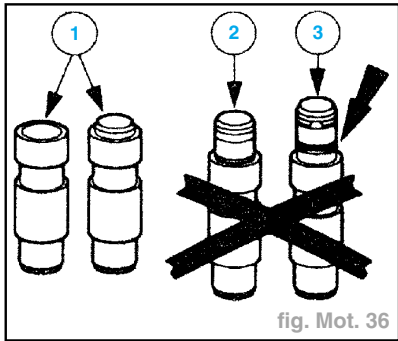

fig. Mot. 36
- Vérifier le poussoir hydraulique de tendeur de chaîne neuf (fig. Mot. 36) :
- poussoir hydraulique enclenché (1),
- poussoir hydraulique partiellement déverrouillé (2),
- poussoir hydraulique totalement déverrouillé (l'anneau de verrouillage est visible) (3).